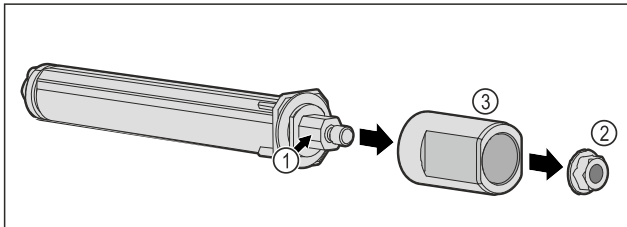

Fig. 50
- Non disassemblare il sistema di chiusura della porta Fig. 50 (1).
- Rimuovere il daco Fig. 50 (2).
- Rimuovere il manicotto Fig. 50 (3).